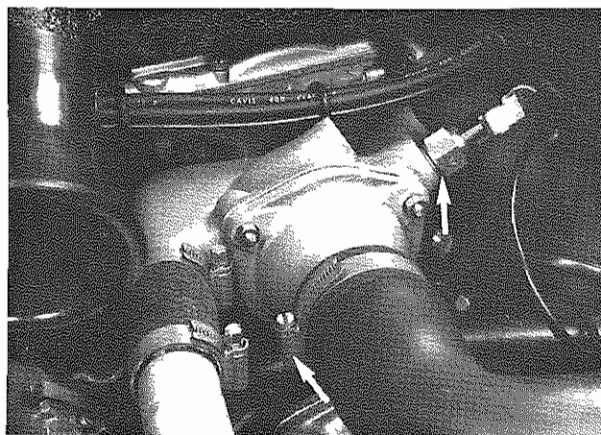

Fig. 2 - Manicotti di raccordo acqua
- Smontare il manicotto ed il raccordo acqua sul collettore (**Fig. 2**).
- Remove manifold and water hose collector (**Fig. 2**).
- 2) Smontare bulbo temperatura acqua (**Fig. 2**) e togliere il tappo sul serbatoio di compensazione.
- 2) Remove the water temperature bulb (**Fig. 2**) and remove overflow tank plug.